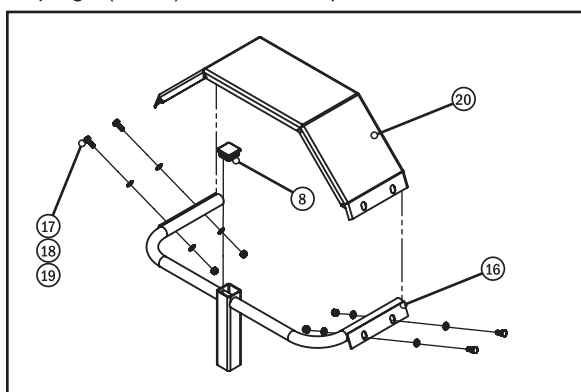
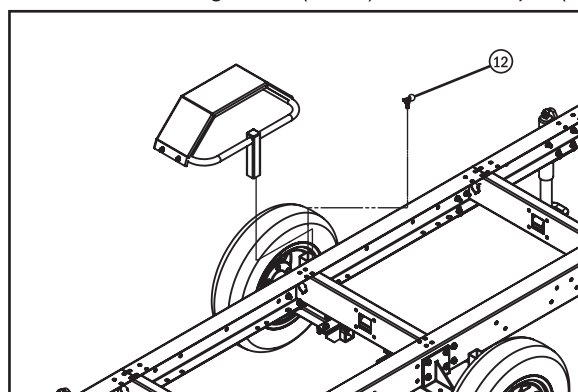

Fig. 13
Fig. 14
Étape 19 : Assemblez les ailes. Assemblez l'aile (n° 20) au support d'aile (n° 16) à l'aide de huit boulons à tête hexagonale M8 x 20 mm (n° 17), seize rondelles plates M8 (n° 18) et huit écrous de blocage M8 (n° 19) (fig. 13). Installez le bouchon de 40 x 40 mm sur la partie supérieure du support d'aile. Placez les ailes assemblées dans le tube du support d'essieu et fixez-les en place à l'aide de la vis à oreilles M10 x 40 x 30 mm (n° 12) (fig. 14). Répétez l'opération pour l'autre côté.